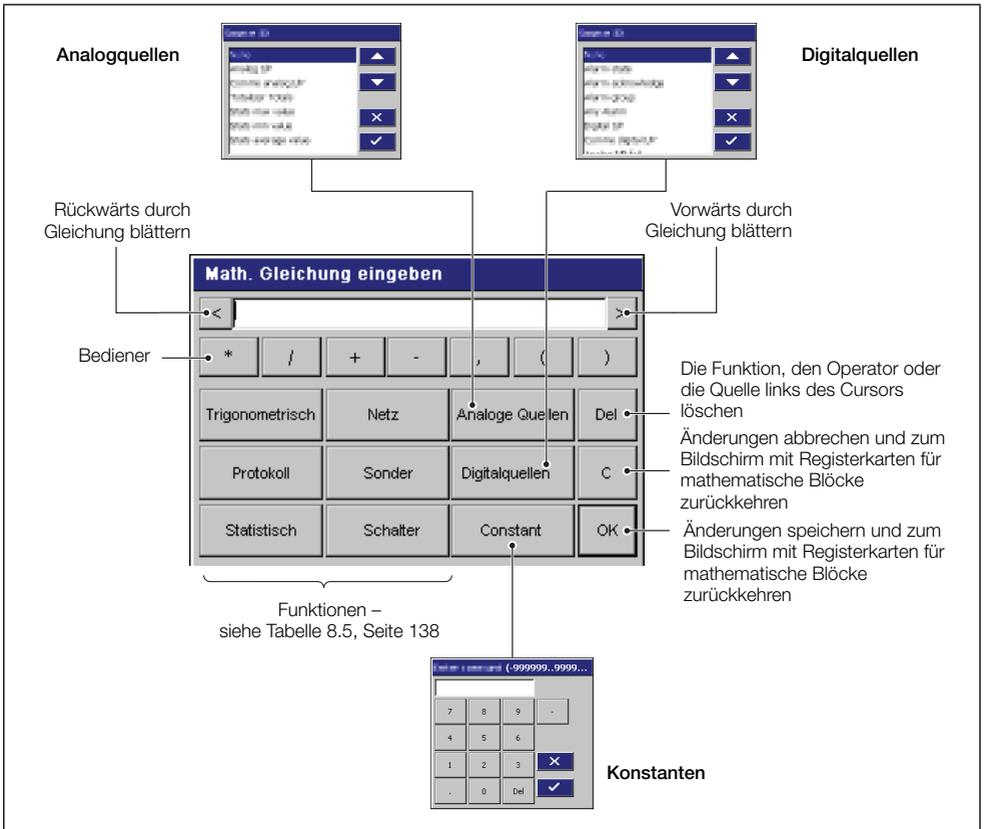

Abb. 8.21 Mathematische Tastatur
- Bis zu 24 mathematische Gleichungen können mithilfe der mathematischen Tastatur einzeln konfiguriert werden – siehe Abb. 8.21, Seite 139.
Gleichung	<p>Wenn Blocktyp auf Gleichungseditor eingestellt ist, erstellen Sie eine Gleichung mit der mathematischen Tastatur – siehe Abb. 8.21, Seite 139.</p> <p>Wenn Blocktyp auf vorbestimmte Gleichung eingestellt ist, wählen Sie eine vorbestimmte Energieberechnungsgleichung – Siehe Anhang G, Seite 188</p>